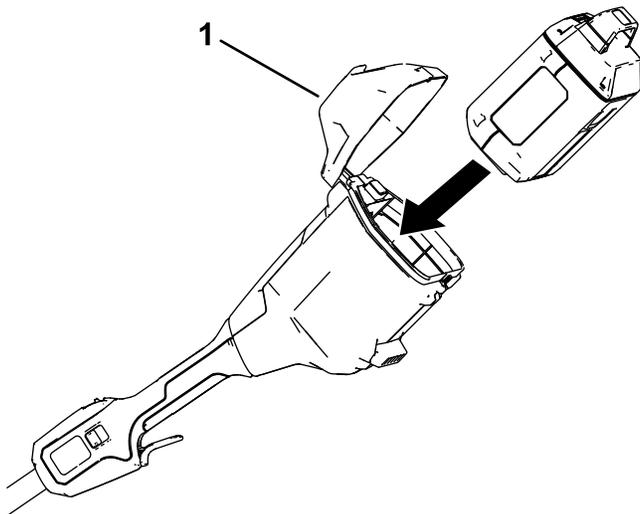

Bild 8
2. Öffnen Sie die Batterieabdeckung (Bild 8).
3. Fluchten Sie das Loch im Akkupack mit der Zunge im Deckel des Batteriekastens aus (Bild 8).
4. Schieben Sie das Akkupack in den Batteriekasten, bis das Akkupack einrastet (Bild 8).